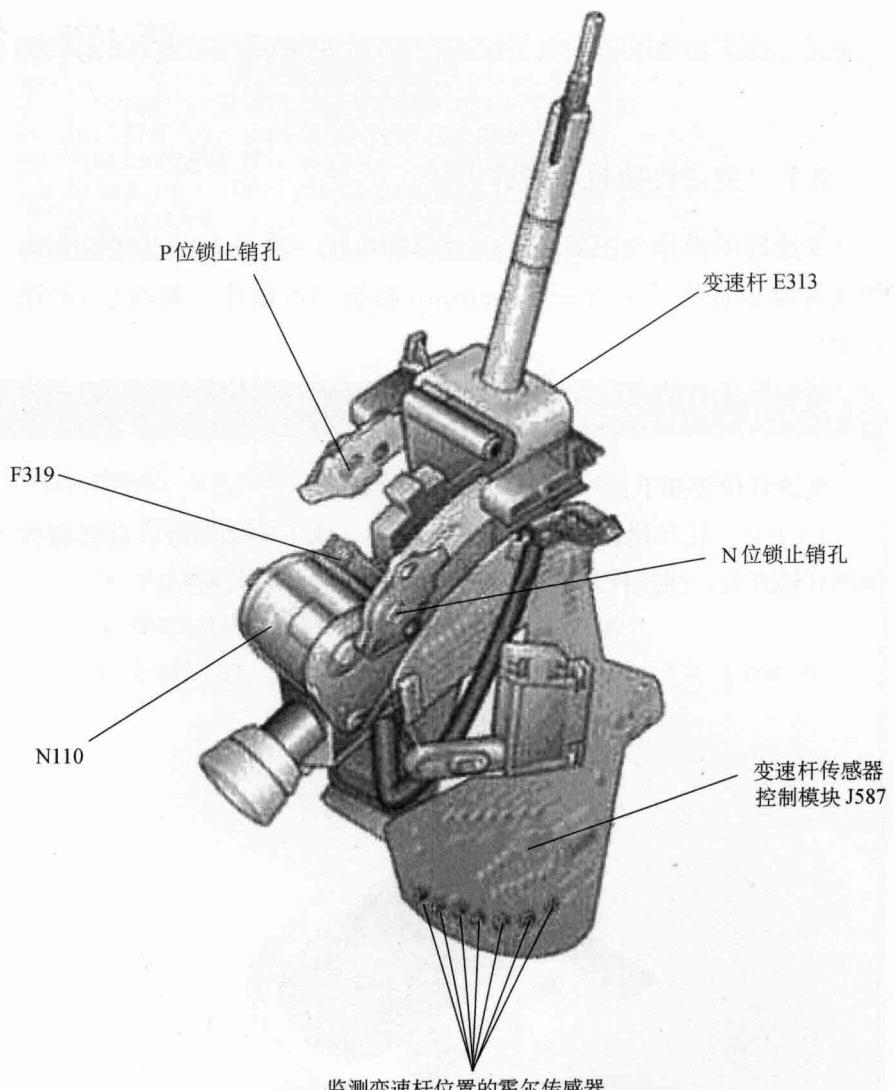

图2-3 变速杆元件
1) 变速杆E313。变速杆上的霍尔传感器记录变速杆的位置信号，并通过CAN数据总线，把变速杆位置信号传输到机电控制模块上，如图2-3所示。